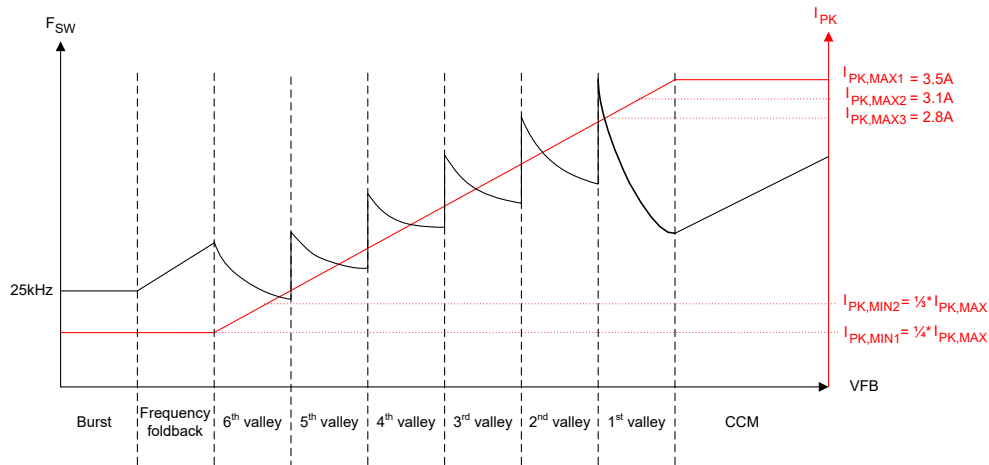
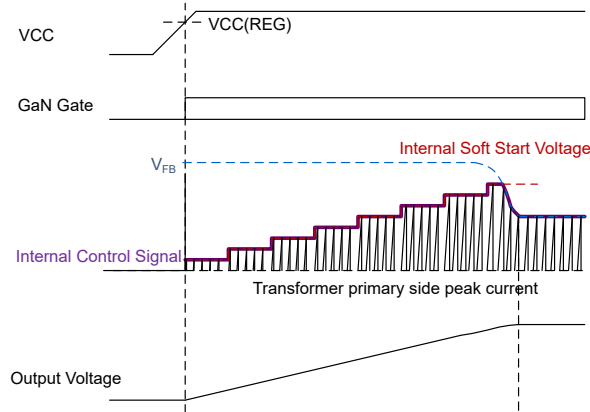

図 7-4. UCG2883x/4x 制御規則
図 7-9. ソフト スタート シーケンス
出力レギュレーションを行うには、フィードバック (FB) ピンをオプトカプラのコレクタに接続します。このピンには、オプトカプラのバイアス用に 60kΩ の内部プルアップ抵抗が備わっています。このピンの瞬間電圧は、図 7-4 の制御規則に基づいて、スイッチング周波数、ピーク電流、動作モード (バースト、フォールドバック、バレー スイッチング、または CCM) を決定し、必要な出力電力を供給します。高周波ノイズ フィルタリングのため、このピンとグランドとの間に 100pF または 220pF のコンデンサを接続します。
したがって、UCG2883x/4x では、各スイッチング サイクルで、ピーク電流スレッシュホールドに達した後に、1 次側 GaN HEMT がオフになり、不連続モード (DCM) 動作中に磁化リングで次のターゲット バレーでオンになります。1 次側ピーク電流とターゲットの瞬時値は、図 7-4 の制御規則に従って帰還 (FB) ピン電圧によって決定されます。FB ピンをオプトカプラコレクタに接続します。負の帰還ループは、出力で特定の V_{OUT} および P_{OUT} をサポートするために必要な値に FB ピンの電圧を設定します。後で説明するように、本デバイスはバースト、周波数フォールドバック、バレー スwitching、連続導通モードの 4 つの動作モードのいずれかで動作できます。
図 7-4 に示す制御規則では、UCG2883x/4x は最大ピーク電流 $I_{PK, MAX}$ を選択できる柔軟性を備えており、定格負荷および変圧器サイズでのスイッチング周波数に対して最適化できます。 $I_{PK, MAX}$ の各設定について、最小ピーク電流 $I_{PK, MIN}$ に対して $1/3$ または $1/4$ のスケール比を使用できます。この $I_{PK, MIN}$ 値によって、フライバック コンバータが周波数フォールドバックまたはバースト モードで動作しているときの軽負荷条件でのスイッチング周波数および損失が決定されます。 $I_{PK, MAX}$ 、 $I_{PK, MIN}$ のすべての値について、式 1 のとおり、制御規則のピーク電流と帰還電圧の勾配は同じに変わりません。表 7-5 に、表 7-2 のさまざまなピーク電流設定に対する、異なるモード間およびバレー間で遷移するためのスレッシュホールド電圧を示します。
UCG2883x/4x は、スイッチング損失を低減するため、ソフトスイッチングとバレーでの 1 次側 FET ターンオンで動作するように設計されています。コンバータは、ピーク負荷過渡時を除き、バレー スイッチングで動作します。ピーク負荷過渡時には、CCM モード (CFX ピンを使用して有効化されている場合) に制御が移行する場合があります。バレー スイッチングモード中、目標バレーおよびピーク電流スレッシュヨルドは 図 7-4 および 式 1 の制御規則によって制御されます。
図 7-4 に示すように、出力電力が増加して最初のバレー QR 動作の境界に達すると、制御は $I_{PK, MAX}$ を選択された最大値 $I_{PK, MAX}$ にクランプし、CCM モードで 2 次側導通時間 T_{OFF} の減少を開始します。この T_{OFF} 時間の減少は、FB ピンの電圧が QR モードのオフ時間の 30% まで上昇することに比例して、QR モードの出力電力供給能力の最大 1.7 倍に達します。CCM モードで周波数クランプに達しないようにし、出力電圧リップルを増加させる可能性のあるサブハーモニック振動を回避するため、アプリケーション要件に応じて、一次側励磁インダクタンス L_M を十分に大きい値を使用します。CCM モードでは、ピーク電力能力を最大化するため、スイッチング周波数クランプのクランプ周波数が 2 倍になります。長時間の出力電力過渡については、コンバータは 10ms の CCM タイマが満了した後、QR モード動作の 4 スwitching サイクルにわたって最初のバレー QR モードに戻り、CCM 動作を再開します。電力が低下して CCM 動作が不要になるまで、この動作は 10ms ごとに繰り返されます。表 7-4 の値に応じて、CFX ピンと GND の間に抵抗を接続して CCM モード動作を有効化または無効化できる柔軟性があります。
フライバック コンバータがオンになると、0V の出力電圧で起動します。低電圧によって、フィードバック電圧 FB が最大値にクランプされ、過負荷保護がトリガされる可能性があります。クランプを防ぐため、UCG2883x/4x はソフト スタート モードで起動します。図 7-9 に示されているように、この期間中、内部 FB 電圧ランプは、4ms で 0V から最大値まで 8 ステップ増加します。内部 FB ランプの最大値は、 $I_{PK, MAX}$ の 80% に相当する値であり、IPS ピンのさまざまな抵抗設定に対して変化します。ソフト スタート中は、この内部ランプ電圧のうち小さい方と実際の FB ピン電圧を使用して、図 7-4 の制御規則でデバイスの動作点を決定します。4ms の終わりに内部 FB ランプ電圧が最大値に達すると、出力レギュレーション用に制御が FB ピン電圧に転送されます。ソフト スタートシーケンスは、起動時、またはフォルト (自動再試行またはラッチ) およびブラウンアウト状態から回復するたびに実行されます。最小周波数クランプは、ソフト スタート時にのみ 10kHz に変更されます (その他の場合は、通常動作中 25kHz)。10kHz の最小周波数クランプは、起動時にバレーが欠落しており、制御法則により、出力コンデンサを充電するために、最後のターンオン エッジから 100 μ s ごとに 1 次側 GaN HEMT のターンオンが強制される場合に役立ちます。